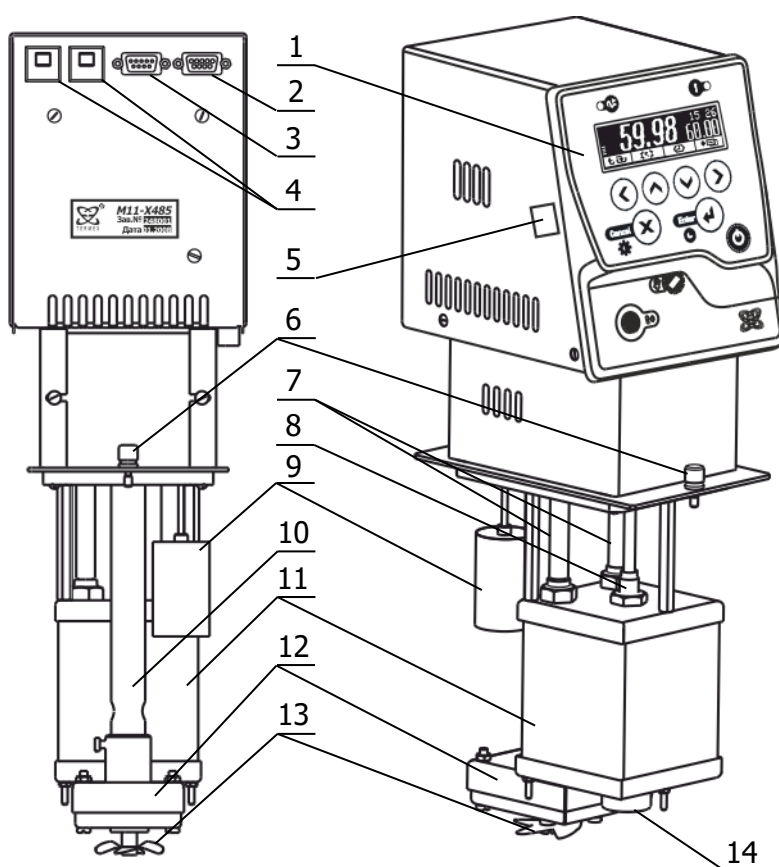

Рисунок 1 — Устройство блоков регулирования
1.4.2 Работа блоков регулирования заключается в поддержании заданной температуры потока теплоносителя, прокачиваемого насосом 12 через резервуар 11 (рисунок 1).